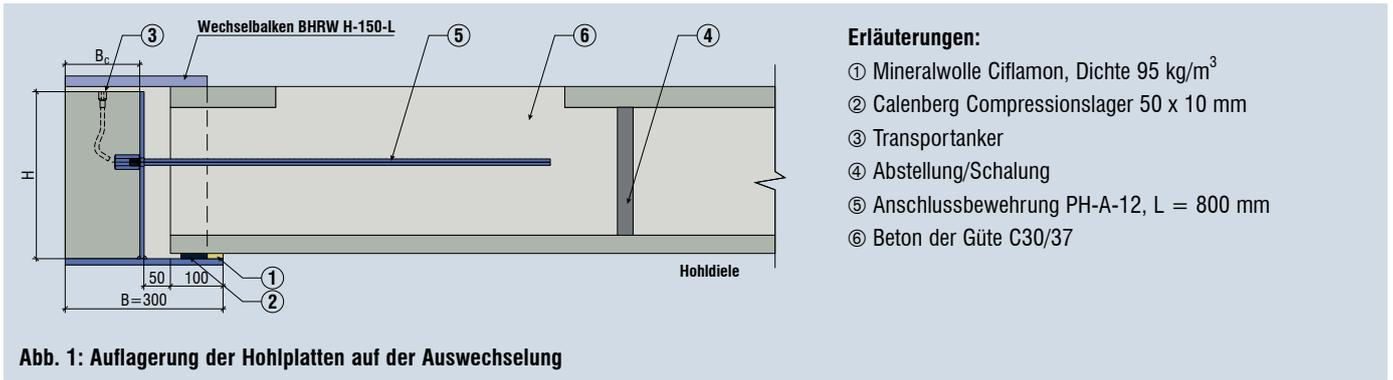

Abb. 1: Auflagerung der Hohlplatten auf der Auswechslung
4.4. Nach dem Verlegen und Sichern der Auswechslung die Hebegurte lösen. Das Schema der Auflager der Hohlplatten auf der Auswechslung ist in Abb. 1 dargestellt.